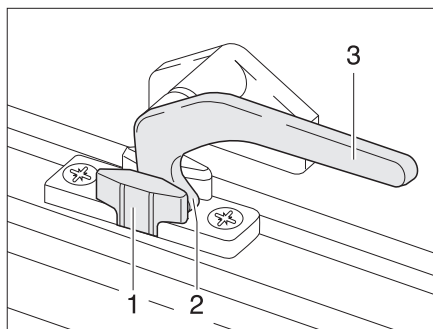

Fig. 40 Palanca de bloqueo en la posición de "ventilación continua"
- En la posición "ventilación continua" (Fig. 40)
- Girar la palanca de bloqueo (Fig. 40,3) un cuarto de vuelta hacia la mitad de la ventana.
- Girar la palanca de bloqueo un cuarto de vuelta hacia el marco de la ventana. El saliente de bloqueo (Fig. 40,2) se ha de introducir para ello en el rebaje del bloqueo de la ventana (Fig. 40,1).